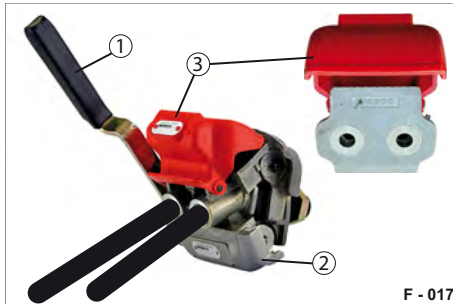

Abb. 23 Duo-Matic, abgekuppelt
- ▶ Ziehen Sie den Handgriff (Abb. 23/1) der Duo-Matic Schnellkupplungsdose nach oben und ziehen Sie den Kupplungskopf (Abb. 23/3) unter dem Schutzdeckel hervor.